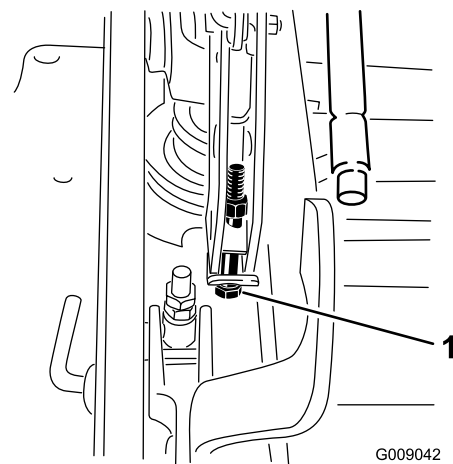

Figure 90
13. Si le tablier est trop bas, serrez le boulon de réglage monopoint dans le sens horaire. Si le tablier est trop haut, desserrez le boulon de réglage monopoint dans le sens antihoraire (Figure 90).